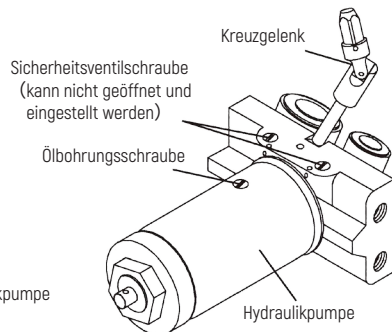

Abbildung 2
- 1) Lösen Sie die Ölbohrungsschraube, entfernen Sie jedoch nicht die Schraube (siehe Abbildung 2) .
- 5) Ziehen Sie die Ölbohrungsschraube an (siehe Abbildung 2) .
- 1) Entfernen Sie die Ölbohrungsschraube (siehe Abbildung 2) .